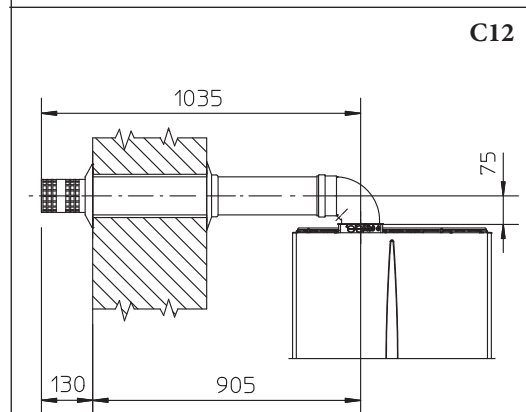

Fig. 1-15
- Applicazione con uscita laterale (Fig. 1-15); Utilizzando il solo kit orizzontale aspirazione-scarico, senza le apposite prolunghe, la distanza massima fra l'asse verticale di scarico e la parete esterna è di 905 mm.